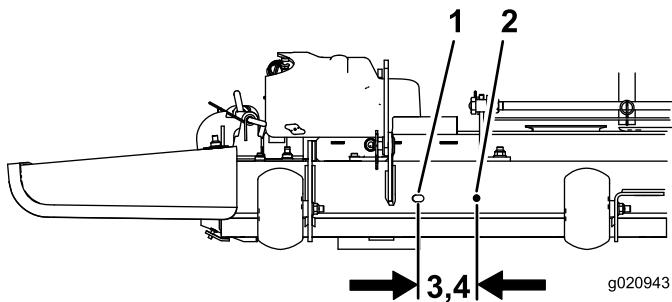

Figure 2
Certains tabliers de coupe de 137 et 152 cm (54 et 60 po) nécessitent un second trou pour monter le déflecteur. Reportez-vous à la Figure 2 pour déterminer si votre machine possède le second trou. Si le second trou est présent, passez à la procédure suivante.
1. En partant du centre de la fente existante, mesurez la distance correcte, comme montré à la Figure 2.